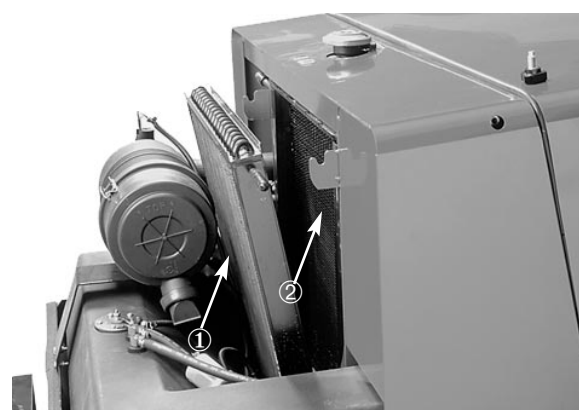

Fig. 31
- b. Fjern knapperne, der fastholder den bageste skærm på rammen, og afmontér rammen (Fig. 31).